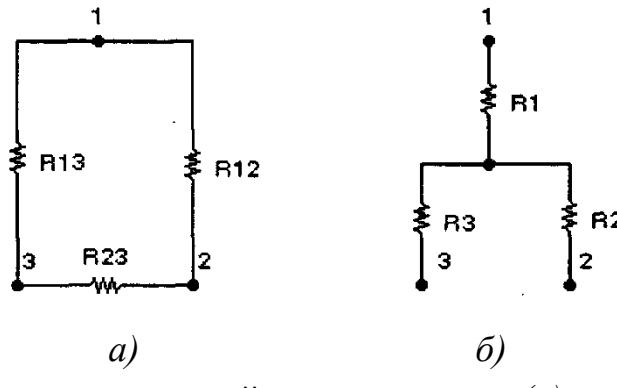

Рис. 5. Включение сопротивлений треугольником (а) и звездой (б)
3. Преобразование треугольника сопротивлений (рис. 5, а) в эквивалентную звезду сопротивлений (рис. 5, б) и наоборот. Формулы преобразований имеют следующий вид:
6. Какие законы используются при расчете токов ветвей методом наложения? Выполните расчет токов в ветвях схемы на рис. 5. методом наложения при  $E_1=48$  В и  $E_2=45$  В. Сравните полученные данные с результатами моделирования.